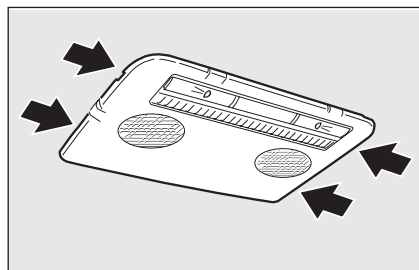

fig. 42
- ☐ quite la lámpara de techo posterior interviniendo en los puntos indicados por las flechas (véase **fig. 42**);